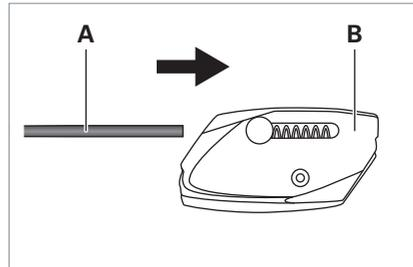

Fig. 2: Vaijeripidikkeen kiinnitys vaijeriin.
- ▶ Työnnä vaijeri **A** vaijeripidikkeen **B** ensimmäisen silmukan läpi, katso Fig. 2.